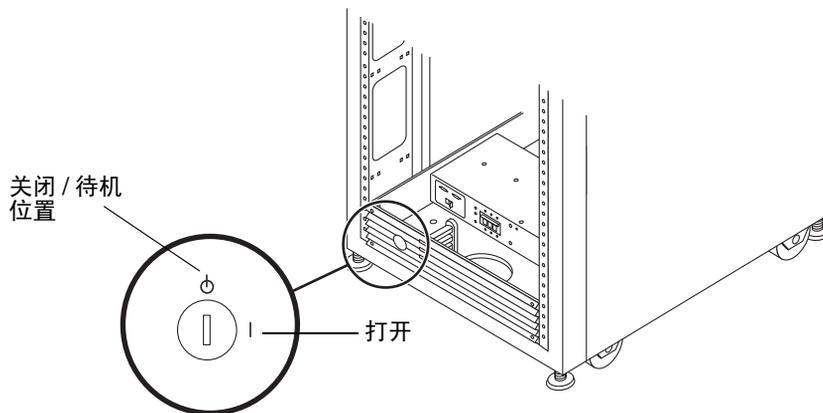

图 B-1 位于前面板底部的钥控开关的位置（待机位置）
1. 检验基本机箱和任何扩展机箱（如果有的话）前下方的钥控开关是否均处于待机位置（图 B-1）。